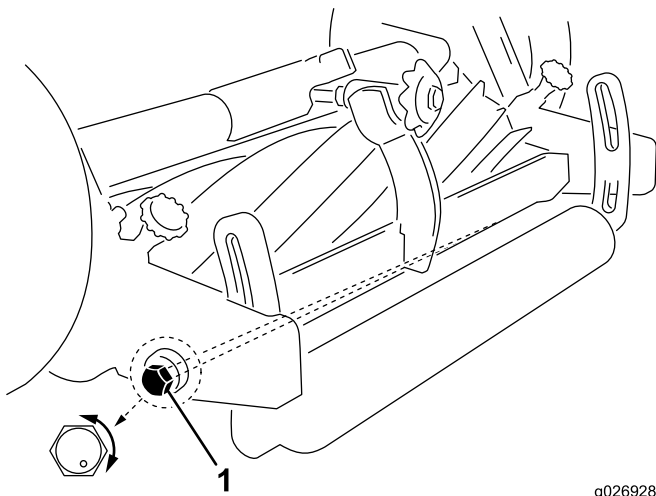

Figure 6
6. Réglez la contre-lame parallèle au cylindre en tournant le boulon de pivot gauche de la barre d'appui (Figure 6). Le boulon de pivot gauche comporte un filet décentré qui, lorsqu'il est tourné, agit comme une came pour élever ou abaisser la barre d'appui. Le boulon de pivot gauche présente un point excentré (Figure 6) qui marque le filetage du boulon. Lorsque le point est en haut (Figure 6), le côté gauche de la barre d'appui est levé. Lorsque vous tournez le boulon dans le sens horaire et que le point descend, le côté gauche de la barre d'appui descend également. Le point d'identification doit être positionné à l'arrière (180 degrés) lors du réglage.